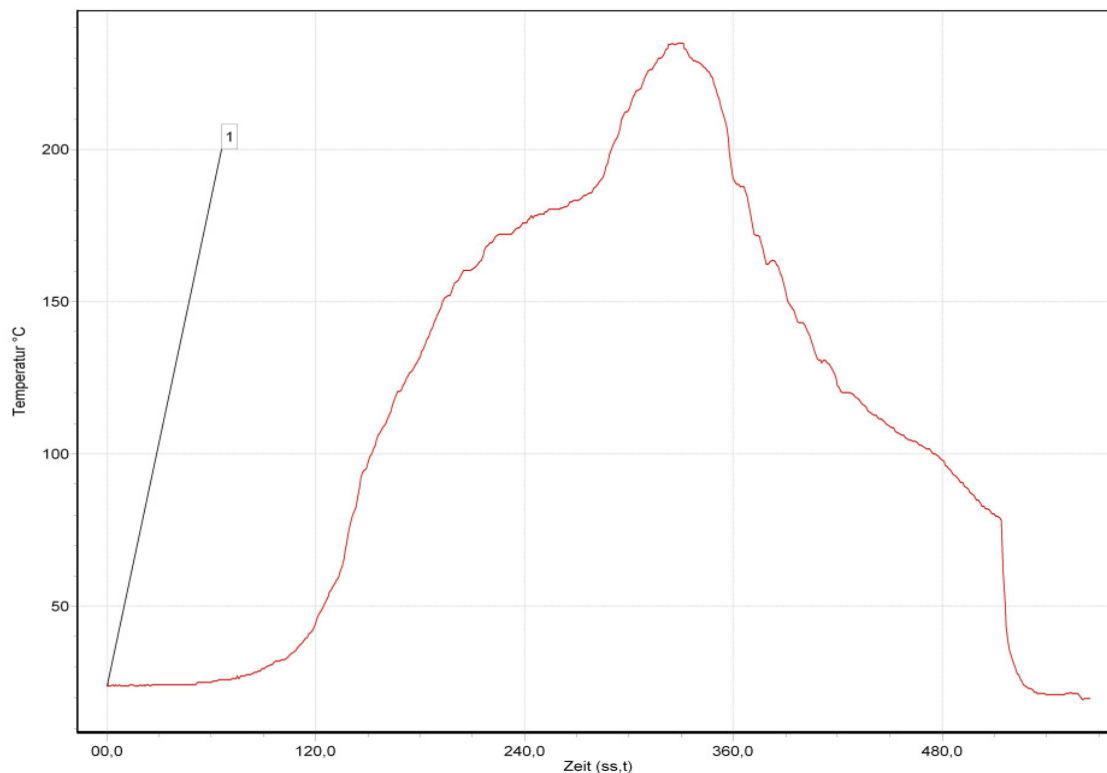

Abbildung 7:
- Abbildung 7 zeigt als Beispiel die Lötcurve die, für eine ca. 31cm² große, einseitig flächig bestückte Trägerplatine bereits genutzt wurde.